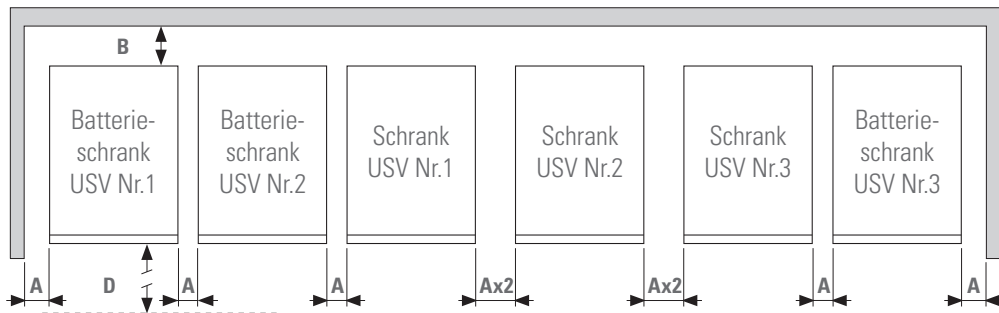

Abb. 15. Minimale Außenmaße für die Lüftung einer Anlage.
- In der Abb. 15 wird ein Beispiel von drei parallelen Geräten mit dem jeweiligen Batteriegehäuse dargestellt. Systeme mit zwei parallel geschalteten Anlagen und/oder mehreren Batteriemodulen werden nacheinander betrieben, je nach Fall. Ebenfalls können die Batteriemodule in der Abbildung außer Acht gelassen werden, wenn das System diese nicht hat. Die Nummer, die jedem Gerät in Abb. 15 zugewiesen ist, hat keinen anderen Zweck außer der Nummerierung innerhalb dieser Abbildung.